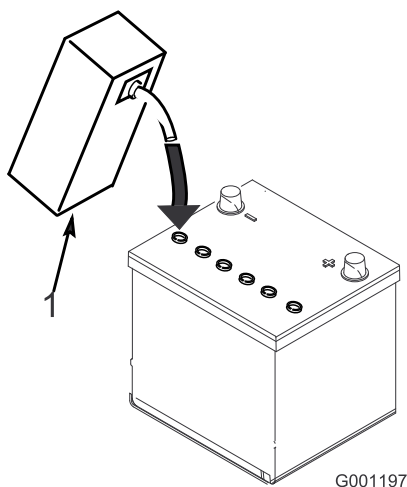

Рисунок 5
- Осторожно залейте электролит в каждый элемент до уровня над пластинами примерно 6 мм (Рисунок 5).